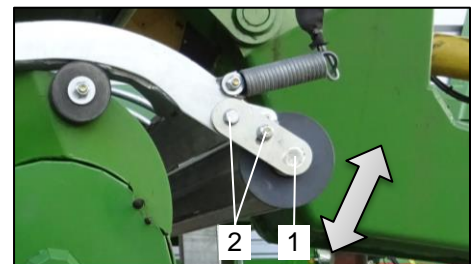

Bild 25: Neigungswinkel
Der Neigungswinkel der Schwadrolle (Bild 25 / Pos.1) kann angepasst werden. Hierbei muss wie folgt vorgegangen werden:
- Die Muttern (Bild 25 / Pos.2) auf beiden Seiten lösen.
- Die Schwadrolle (Bild 25 / Pos.1) im Langloch verstellen.
- Die Muttern (Bild 25 / Pos.2) auf beiden Seiten festziehen.